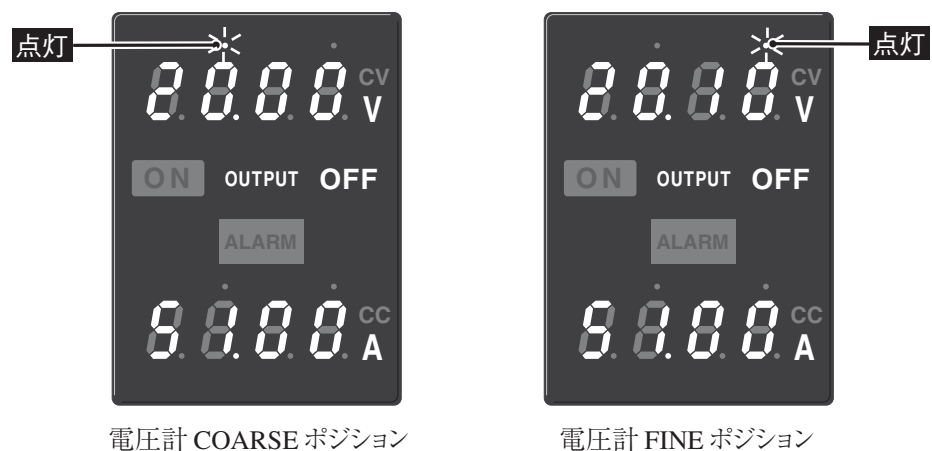

図 3-4 電圧計の COARSE/FINE ポジション
5. ダイヤルを回すと COARSE ポジションの下桁が変化します。"20" に合わせます。図 3-4 を参照してください。